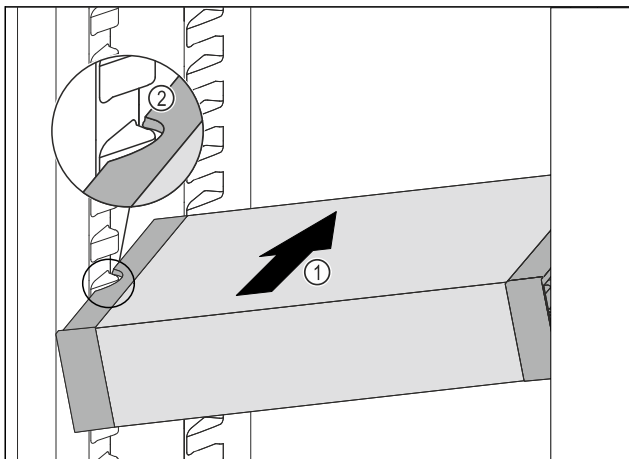

Fig. 122
- ▶ Insérer le VarioSafe en biais dans la partie réfrigérateur Fig. 122 (1) jusqu'à ce que les encoches latérales Fig. 122 (2) du VarioSafe se trouvent à la hauteur de la nervure du bac dans la partie réfrigérateur.